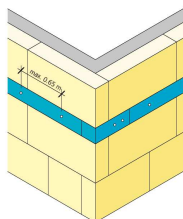

Abb. 9
- Geschossweise, durchgängig umlaufend auszuführen Abb. 9